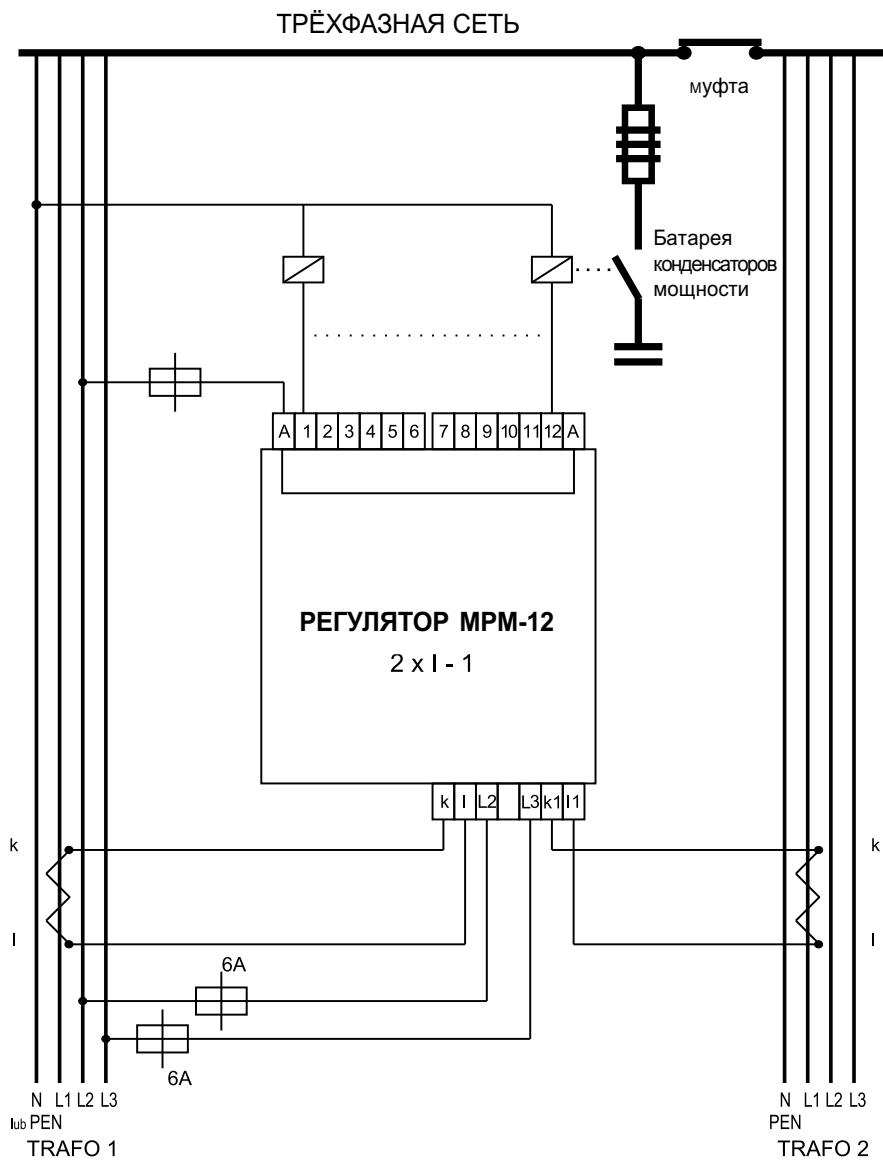

Рис. 7. Подключение регулятора MRM-12 с 2xI-1 (регулятор с двойным током)
a) из двух имеющихся питающих трансформаторов один главный, а второй резервный источник питания. В случае пропадания напряжения на главном трансформаторе, AVR востанавливает питание через резервный трансформатор. Возникает ситуация, когда один из трансформаторов является всегда активным. В этом случае хорошую результативность компенсации получим, монтируя только одну батарею конденсаторов, оснащенную регулятором **MRM12C/2X11**. Схема подключения данного регулятора в системе питания и управления представлена на рис. 7. Значение мощности батареи подобрано для всей нагрузки. Сигнал тока, направленный на регулятор, идет с двух трансформаторов на два входа тока. Активным является вход, подключенный к трансформатору, через который реально проходит ток.